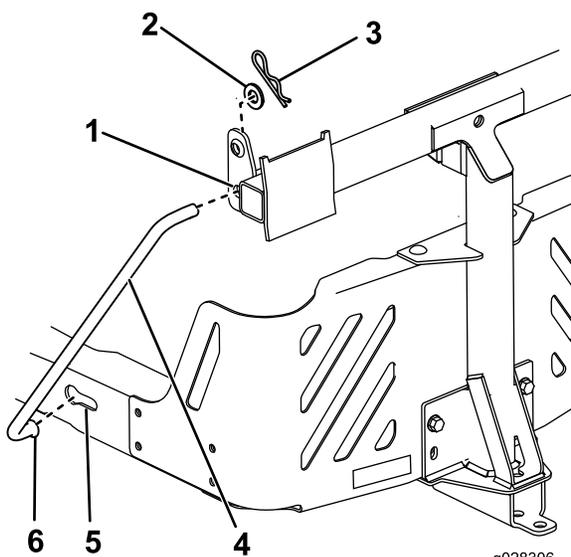

Figure 16
- 5. Insérez l'extrémité évasée et coudée d'une tige dans le trou à détrompeur sur le côté gauche du cadre de la machine, et déplacez la tige vers l'arrière pour l'enclencher dans le cadre (Figure 16).
6. Insérez l'extrémité coudée de chaque tige dans le support de fixation de l'accessoire, comme montré à la Figure 16, et fixez-la avec une rondelle et une goupille fendue.